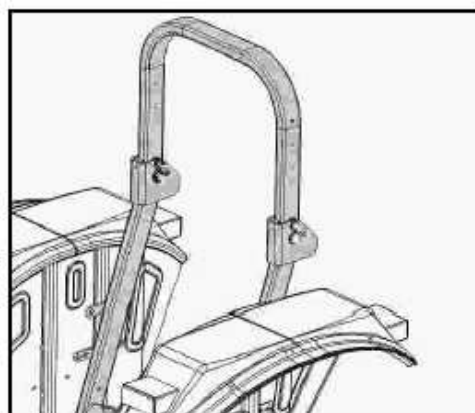
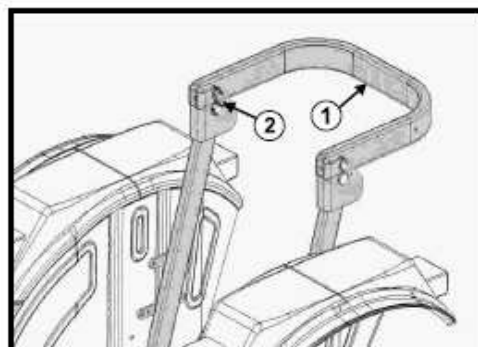

Fig. 4-38
Fig. 4-39
O trator está equipado com aro de segurança (ROPS - roll over protection safety structure) (Fig.4-38) montado por trás do assento do condutor e aprovado de acordo com as normas em vigor OECD e EEC. O aro de segurança é formada por duas partes, uma superior e uma inferior, que são aparafusadas juntas.
O trator só deve ser usado com o aro de segurança na posição vertical (Fig. 4-38).
Se o trator tiver de passar por locais baixos, ou tiver de ser lá estacionado para fazer a manutenção e a parte de cima do aro de segurança for rebatida, lembre-se de que não existe suficiente proteção para o condutor do trator e que o mesmo pode sofrer danos sérios. Lembre-se de que após o uso em locais baixos, é absolutamente necessário voltar a colocar o aro de segurança na posição vertical (Fig. 4-38) antes de continuar qualquer trabalho.
Adote o seguinte procedimento, se for essencial rebater o aro de segurança, pelas razões supra mencionadas (Fig. 4-38 e Fig. 4-39):
- Remova as cavilhas de fixação (2).
- Rebata o aro de segurança (1) até assentar no batente.
- Coloque as respectivas cavilhas de fixação (2) e respectivas porcas, conforme ilustrado.
- Antes de voltar a usar o trator, coloque o aro de segurança (1) de novo na posição vertical (Fig. 4-38), efetuando a operação descrita acima, mas na ordem inversa. Coloque as cavilhas de fixação, para evitar que a estrutura se desaperte.